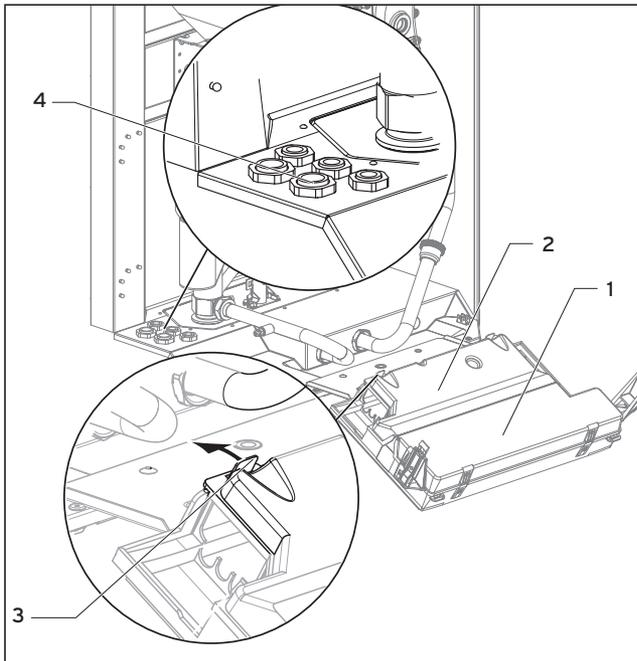
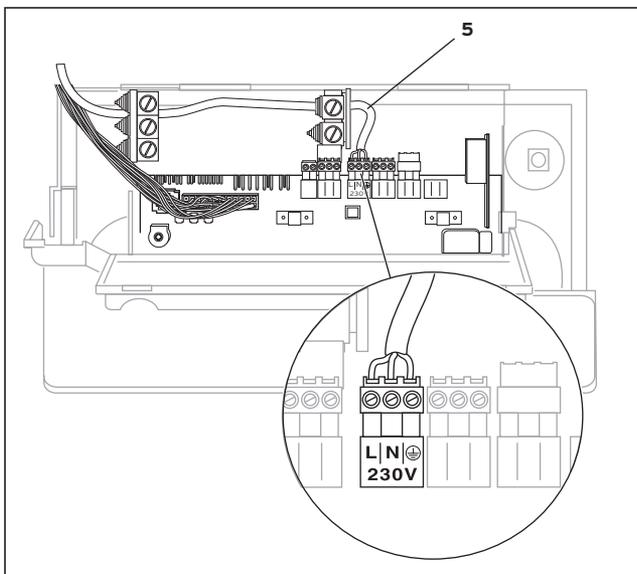

Abb. 4.16 Schaltkastenrückwand öffnen
Abb. 4.17 Beispiel für Kabeleinführung
- Nehmen Sie die Frontverkleidung des Gerätes ab und klappen Sie die Elektronikbox (1) nach vorn.
- Clipsen Sie den hinteren Deckel (2) der Elektronikbox an den Stellen (3) aus und klappen Sie den Deckel hoch (s. Abb. 4.16).
- Führen Sie die Anschlussleitungen der jeweiligen, anzuschließenden Komponenten durch die Kabelführungen (4) links an der Geräteunterseite.
- Führen Sie anschließend die Anschlussleitungen (5) in die Elektronikbox ein und längen Sie die Leitungen ab (s. Abb. 4.17).
- Clipsen Sie den hinteren Deckel des Schaltkastens (2) an den Stellen (3) aus und klappen Sie den Deckel hoch (s. Abb. 4.16).
- Führen Sie die Anschlussleitungen der jeweiligen, anzuschließenden Komponenten durch die Kabeldurchführung (4) links an der Geräteunterseite (s. Abb. 4.16).